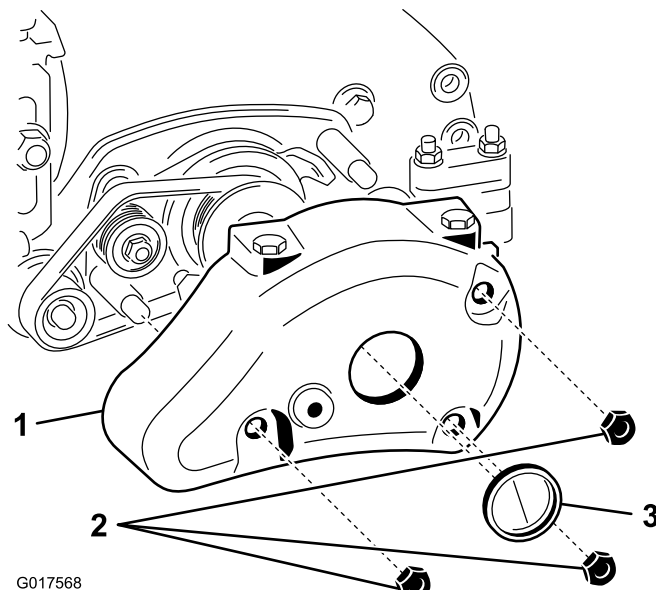

図 12
3. カッティングユニットから、グルーマカバーを固定しているナット3個とグルーマカバーを外す 図 12。グルーマカバー中央の大きい穴についているプラグを内側から外側へ押し出して外す。
4. グルーマカバーをカッティングユニットに元通りに取り付ける取り外したボルトをもう一度使う 図 12。